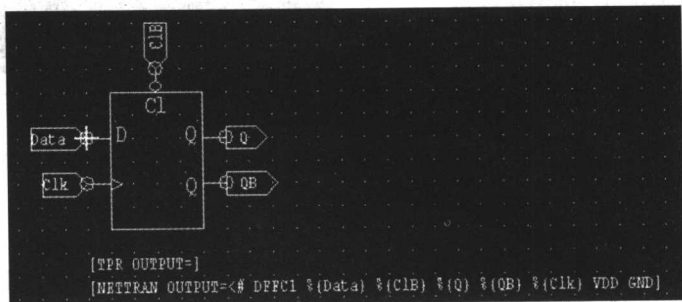

图 1.17 DFFC 模块的符号模式
(9) 切换模式: 选择 View→Symbol Mode 命令, 会看到 DFFC 模块的符号, 如图 1.17 所示。